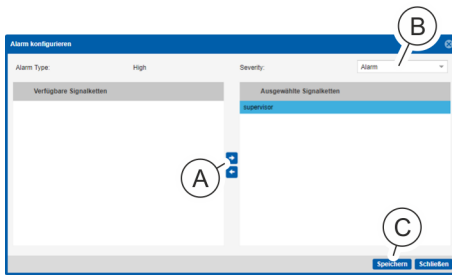

Abb. 134: Fenster „Alarm konfigurieren“
8. Im Fenster "Alarm konfigurieren" eine Signalkette auswählen und über die Schaltfläche „→“ (Abb. 134/Ⓐ) ins Feld „Ausgewählte Signalketten“ schieben.
9. Im Auswahlfeld „Severity“ (Abb. 134/Ⓑ) für den Eingang einen Alarmzustand „OK“, „Warnung“ oder „Alarm“ auswählen.
10. Auswahl über die Schaltfläche „Speichern“ (Abb. 134/Ⓒ) bestätigen.